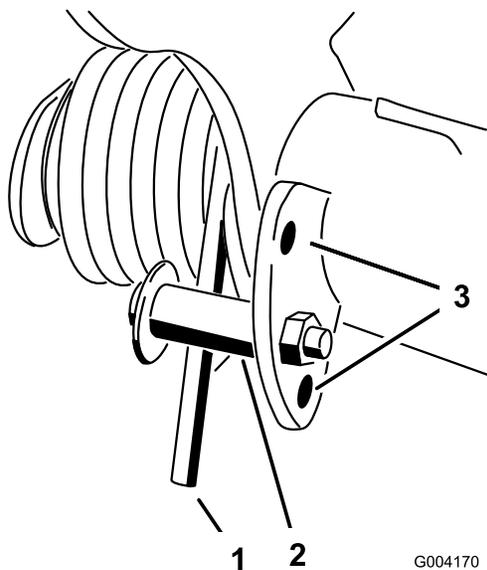

Bild 42
2. Führen Sie ein Rohr oder ein ähnliches Objekt in die lange Feder ein, um die Federspannung während der Einstellung aufzuheben (Bild 42).
3. Wenn Sie die Federspannung aufgehoben haben, nehmen Sie die Schraube und Sicherungsmutter ab, mit denen der Federaktuator an der Halterung befestigt ist (Bild 42).